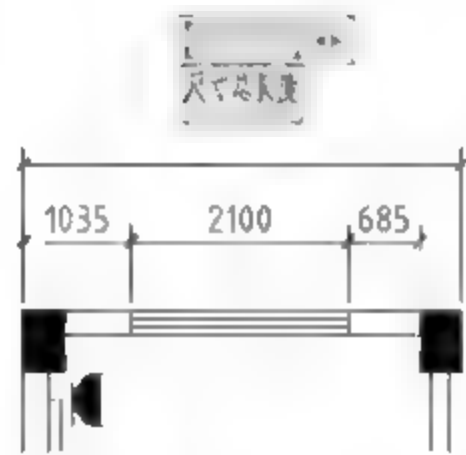

图5-135 输入文字
- 02 在需要编辑的尺寸标注上，双击鼠标，弹出文本输入框，输入文字【尺寸总长度】，如图5-135所示。